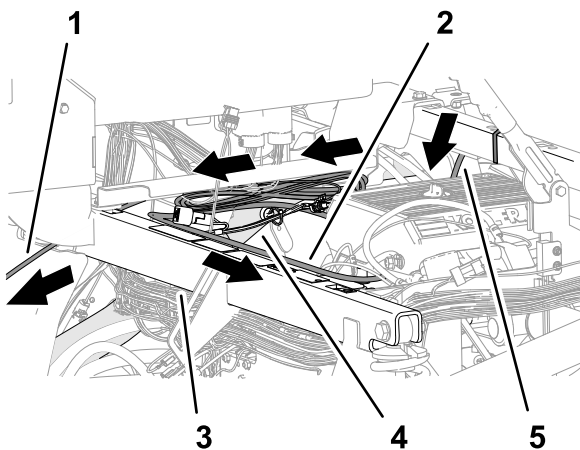

Bild 202
5. Verlegen Sie den Datenkabelbaum und den Batterie-kabelbaum über die Querstrebe für die Sitzstütze und befestigen Sie den 390-cm-Datenkabelbaumzweig mit zwei Kabelbindern an der Querstrebe (Bild 200 und Bild 202).
- Verlegen Sie den 220-cm-Batteriekabelbaumzweig entlang des rechten, oberen Rahmenrohrs (Bild 202).
- Verlegen Sie den 220-cm-Batteriekabelbaumzweig über das Stützrohr des Stoßdämpfers zur Batterie (Bild 202).
- Verlegen Sie den 220-cm-Datenkabelbaumzweig (der Kabelbaumzweig mit dem 26-Buchsen-Stecker) unter der Steuerkonsole und nach vorne zum Armaturenbrett (Bild 202).